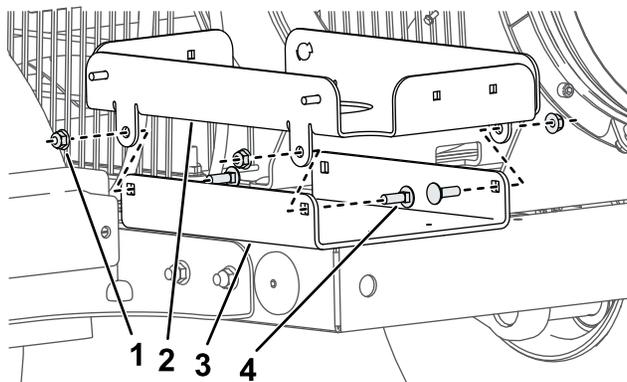

Figura 2
1. Rimuovete il supporto del serbatoio del carburante esistente e montate il nuovo supporto del serbatoio da 38 litri utilizzando 4 bulloni a testa tonda (5/16") e 4 dadi flangiati (5/16") attraverso i fori nel vassoio come illustrato nella Figura 2.